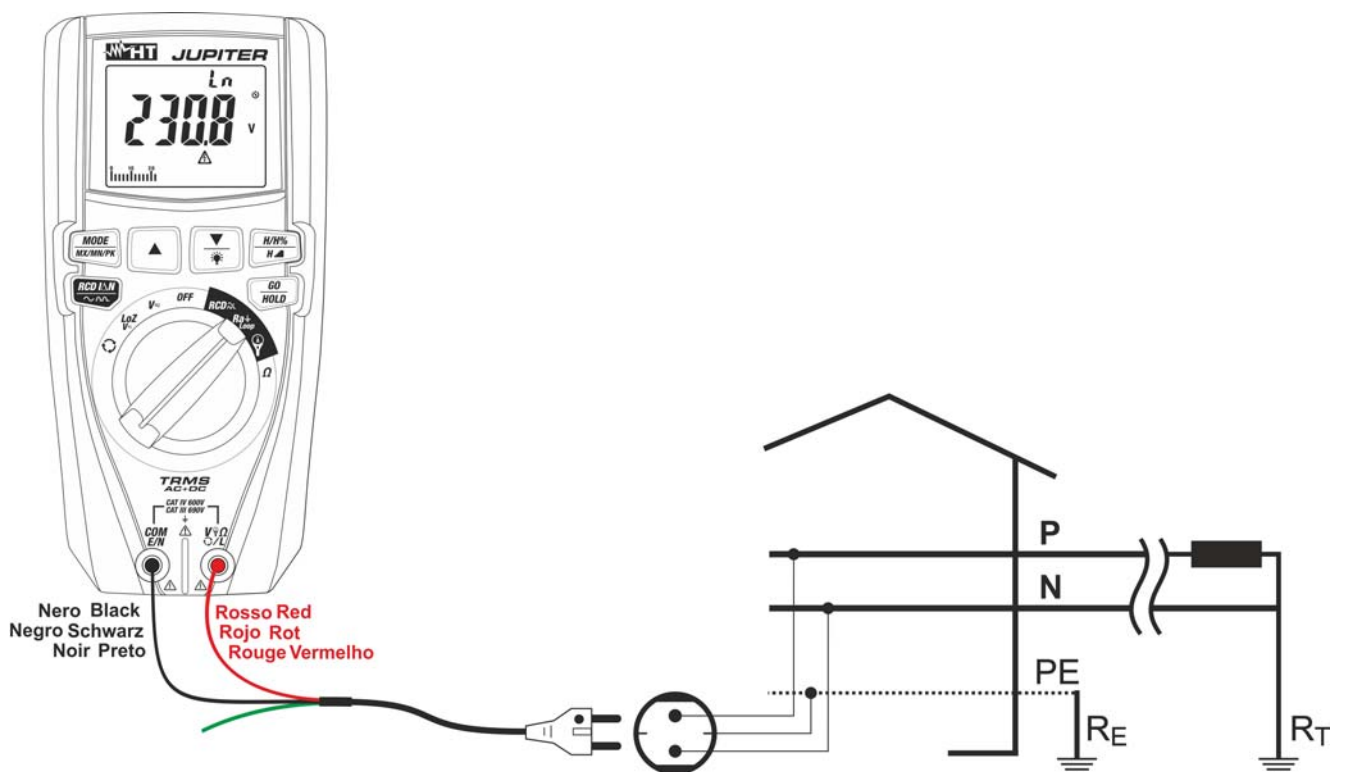

Fig. 25: Uso dello strumento per misura impedenza Loop L-N con cavo a spina Schuko
7. **Per misura di Loop L-N** in caso di uso del cavo con spina shuko inserire il conduttore rosso nel terminale di ingresso $V_{\Omega} \text{ L}$ e il conduttore nero nel terminale di ingresso **COM/E/N** e collegare lo strumento all'impianto in esame (vedere Fig. 25). Il valore della tensione Fase-Neutro è mostrato a display